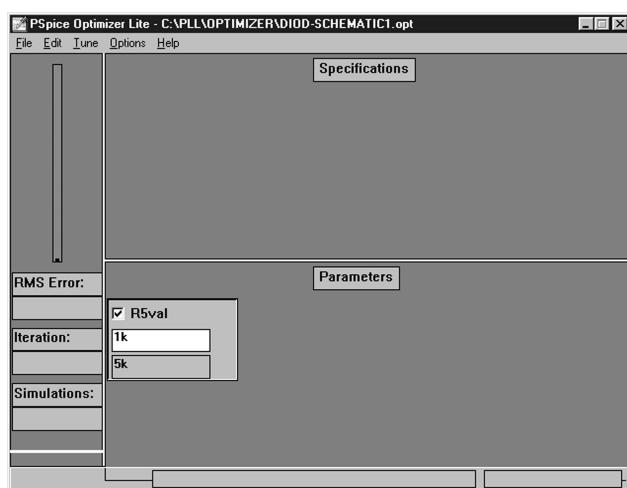

Рис. 5.4. Окно программы PSpice Optimizer
5. Запустим программу PSpice Optimizer, выбрав в программе Capture пункты меню PSpice → Run Optimizer. В результате получим окно программы PSpice Optimizer, приведенное на рис. 5.4.
Запустим процесс оптимизации, для чего в меню Tune программы PSpice Optimizer (см. рис. 5.4) выберем пункты Auto → Start. Ход процесса отображается в левой части окна PSpice Optimizer, в которой находится индикатор, показывающий, насколько далеки значения глобальных целевых функций от желаемых значений (первоначально индикатор показывает 100 %). Под индикатором находятся поля со значениями среднеквадратической ошибки (RMS Error), номера текущей итерации, используемой для подбора параметров (Iteration), числа запусков процесса